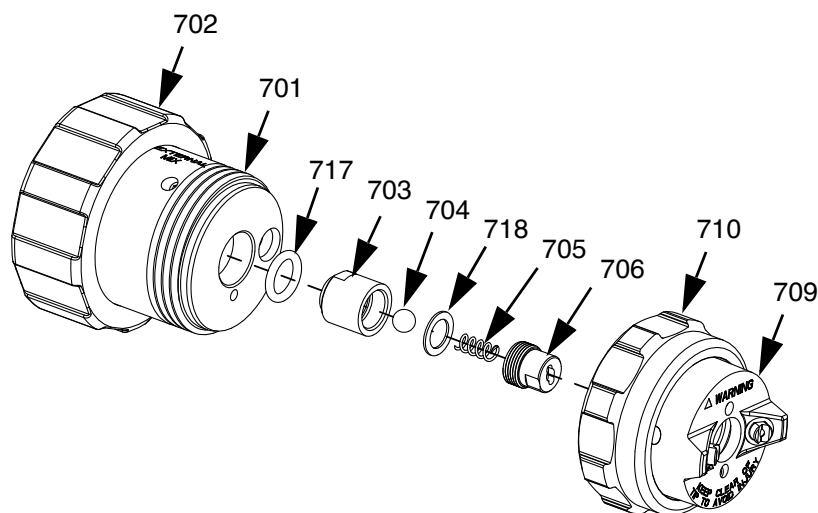

Рис. 21
2. Снимите стопорное кольцо (710) и блок крышки пневмоцилиндра (709) с головки (701).
3. Снимите блок обратного клапана (703).
4. Двумя гаечными ключами отвинтите шляпки на уплотнении (703) и крышке обратного клапана (706), затем снимите крышку. Пружина (705) и шарик (704) выпадут после снятия крышки.
5. Снимите и осмотрите уплотнительное кольцо (717) и шайбу (718). Замените в случае износа или повреждения.
6. Смажьте уплотнительное кольцо и установите в блок обратного клапана (703).
7. Установите шайбу (718), шарик (704) и пружину (705) в уплотнение обратного клапана (703), затем установите крышку обратного клапана (706) в уплотнение обратного клапана вручную.
8. Двумя гаечными ключами затяните шляпки на уплотнении (703) и крышке обратного клапана (706), чтобы привинтить крышку к уплотнению с усилием 2,6–3,1 Н•м (23–27 дюймофунтов).
9. Установите блок обратного клапана в головку. Дополнительные сведения об ориентации см. на Рис. 21.
10. Установите крышку пневмоцилиндра в головку и затяните стопорное кольцо (710).